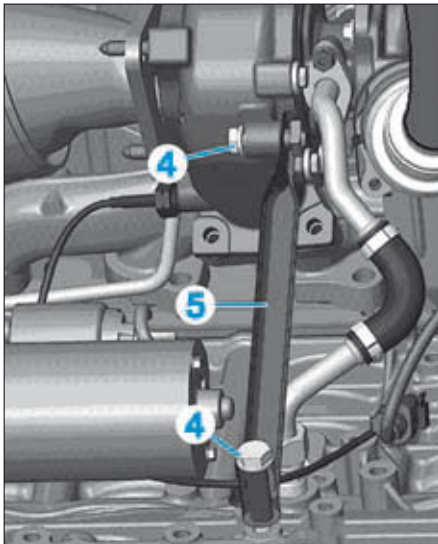
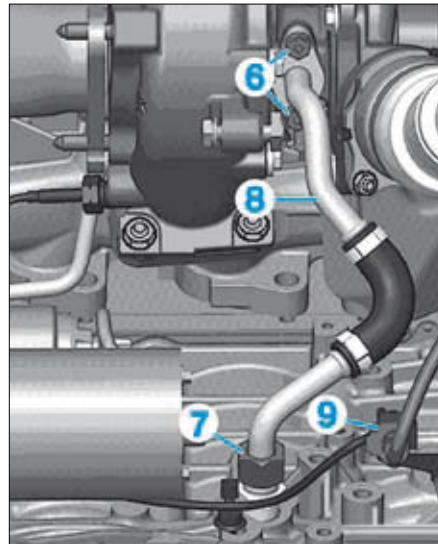

FIG. 54
FIG. 55
- les vis (4) (Fig.54),
- le support (5) du turbocompresseur.
- les vis (6) et l'écrou (7) de la canalisation de retour d'huile (8) du turbo (Fig.55).
- la canalisation de retour d'huile (8).
- Débrancher le connecteur (9) de la sonde de température des gaz d'échappement.